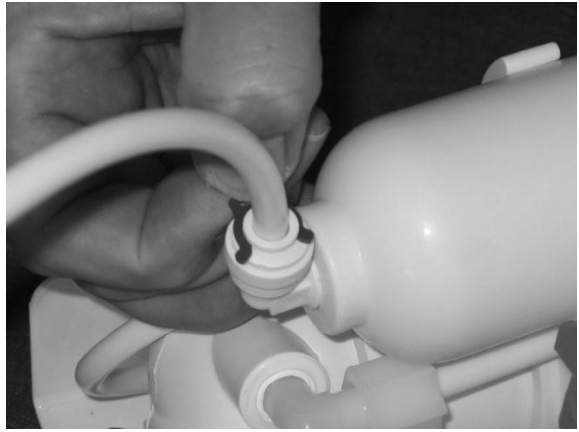

Fig. 5
5. Enlever les clips de sécurité des raccords du récipient des résines (Fig. 5) et enlever les tuyaux de raccordement en poussant la bague de retenue vers le corps du raccord puis en tirant sur le tuyau (Fig. 6).